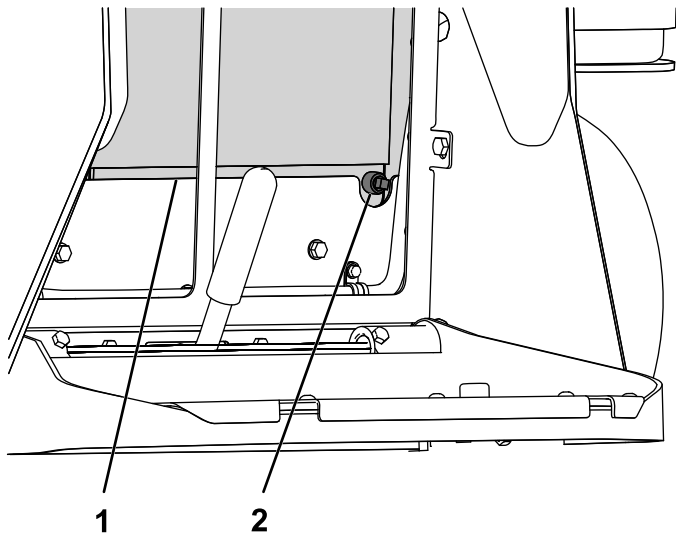

Figura 7
1. Instale el tapón de vaciado del radiador (Figura 7).